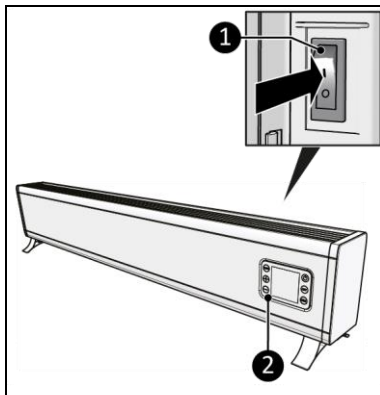

Figura 15
1. Poziționați comutatorul PORNIT/OPRIT în poziția PORNIT (Figura 15, poz. 1).
2. Afișajul (Figura 15, poz. 2) va arăta OFF.